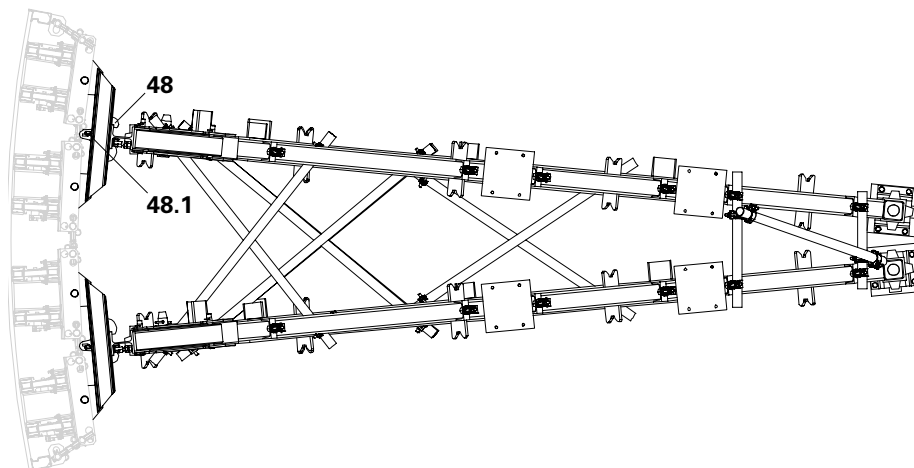

Fig. B1.02
3. Aprire gli attacchi per correnti (48) spingendo sul profilo dei contrafforti, inserire nel corrente di ripartizione e fissare con un cuneo K (48.1).
- (Fig. B1.02)